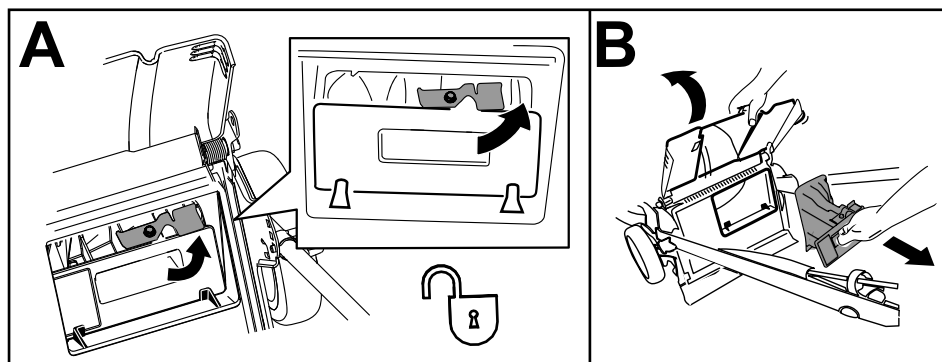

Figure 27
2. Retirez l'obturateur d'éjection arrière (A de Figure 27).
3. Retirez l'obturateur d'éjection arrière (B de Figure 27).